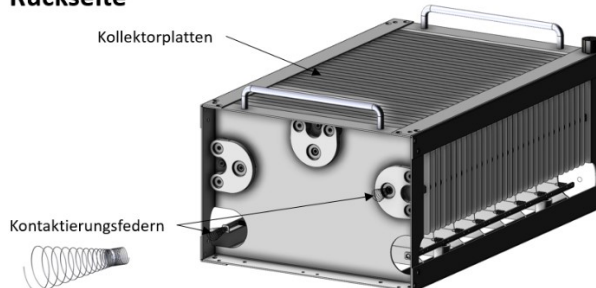

Abbildung 10: Aufbau Filterzelle
- 8) Sprühelektroden, Kollektorplatten und Federn dürfen nicht beschädigt, verbogen oder abgenommen werden, siehe Abb. 10.
Der Einbausicherungspuffer verhindert den falschen Einbau der Filterzelle, siehe Abb.10.
- 2) Die neue Filterzelle einsetzen. Dabei auf die Einbau-richtung achten, siehe Abb. 10.